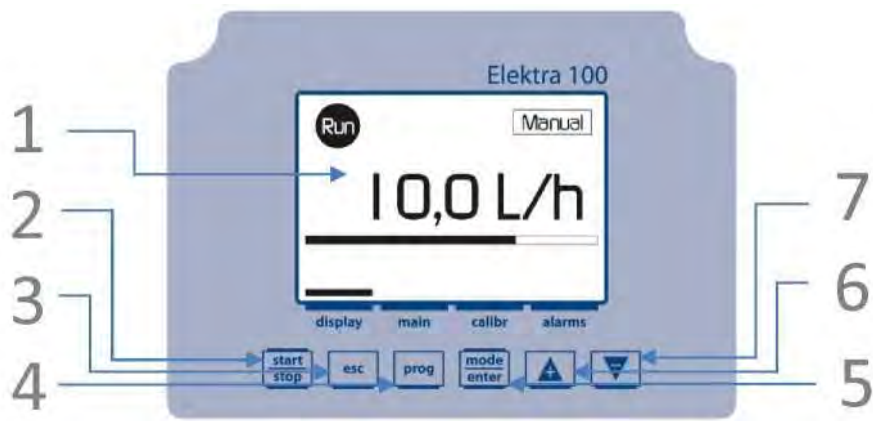
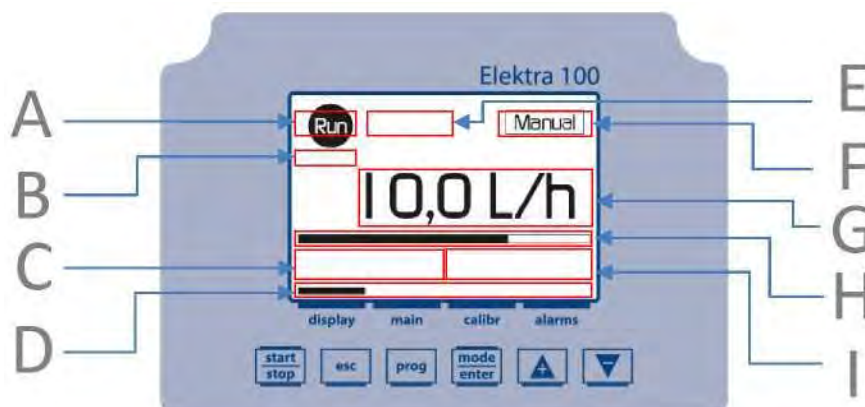

Рисунок 1. Интерфейс электронного блока управления.
Рисунок 2. Области графического дисплея.
См. рис. 1 – 13 в ПРИЛОЖЕНИИ В: ТАБЛИЦА ПРЕДЛОЖЕНИЙ ПО УСТАНОВКЕ.
- Устанавливать максимально короткую трубу (рис. 1), избегая извилистых траекторий (рис. 2).